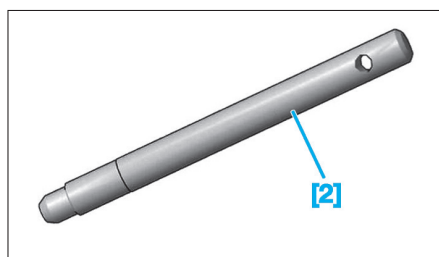

Fig. 3
- [2] Pige de la poulie d'arbre à cames (réf : 0132.AJ1) (Fig.3).